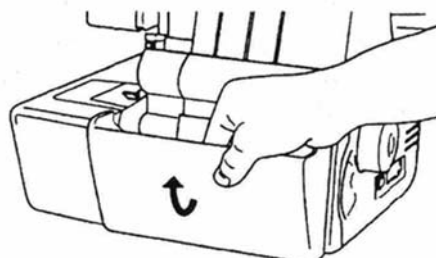

Bild 8
- För att ta av avfallsbehållaren igen drar du ut den mot dig och vickar ut den (bild 8).